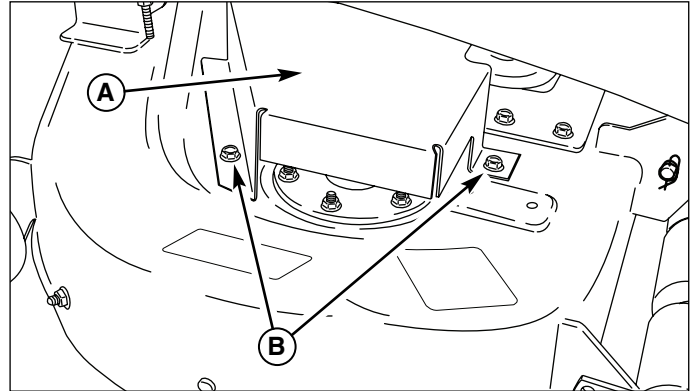

Figure 35. Dépose de protection de courroie
2. Enlevez la visserie (B, Figure 35) fixant les protections de courroie (A) sur le carter de tondeuse, et déposez les protections.